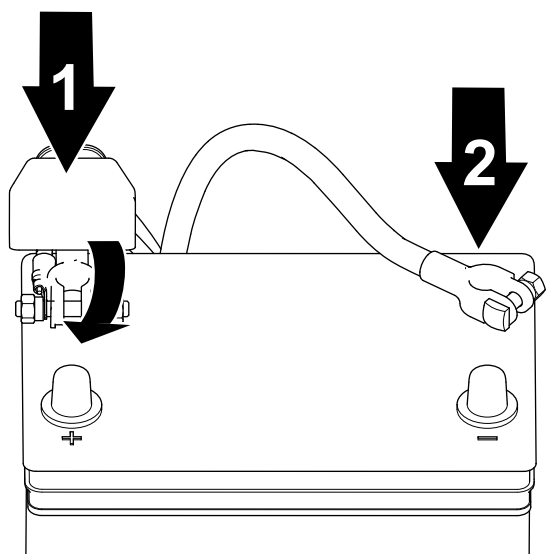

図 41
1. プラス+ケーブルをバッテリーに接続し、クランプナットで接続する 図 41。
2. マイナスケーブルをバッテリーに接続し、クランプナットで接続する 図 41。